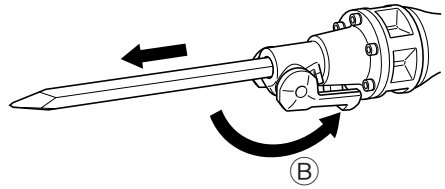

Fig. 6
- (3) Fixer l'accessoire en place en amenant la retenue sur la position de serrage ②. Pour s'assurer que l'accessoire est monté correctement, tirer dessus (Fig. 6).